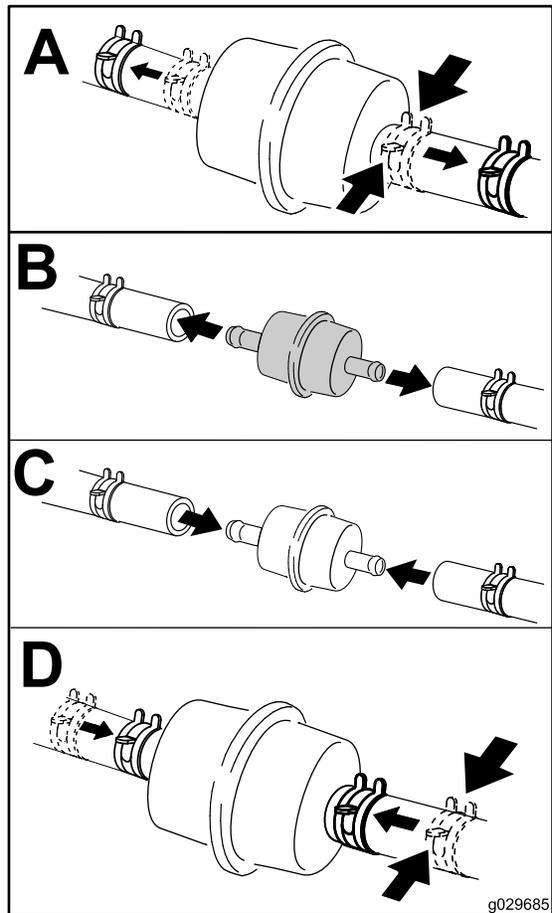

图 43
6. 如**图 43**所示在燃油滤清器下面放置一个清洁容器并更换燃油滤清器。